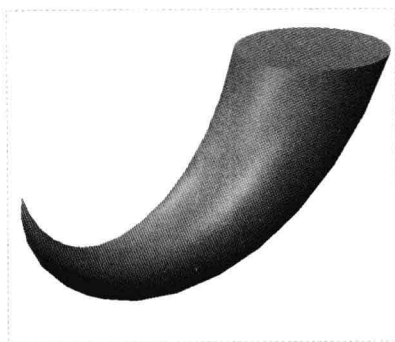

图 5-58 创建旋转混合特征
Step 06 在“旋转混合”选项卡中单击“应用并保存在工具中所做的所有更改，然后关闭工具操控板”按钮 ，即可完成旋转混合特征的创建，如图 5-58 所示。